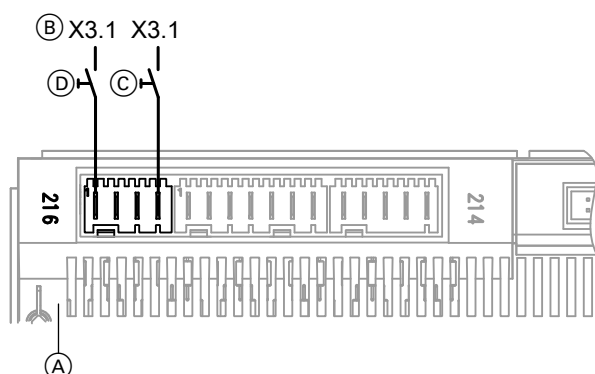

Fig. 38
- La automatizarea pompei de căldură conform fig. 38